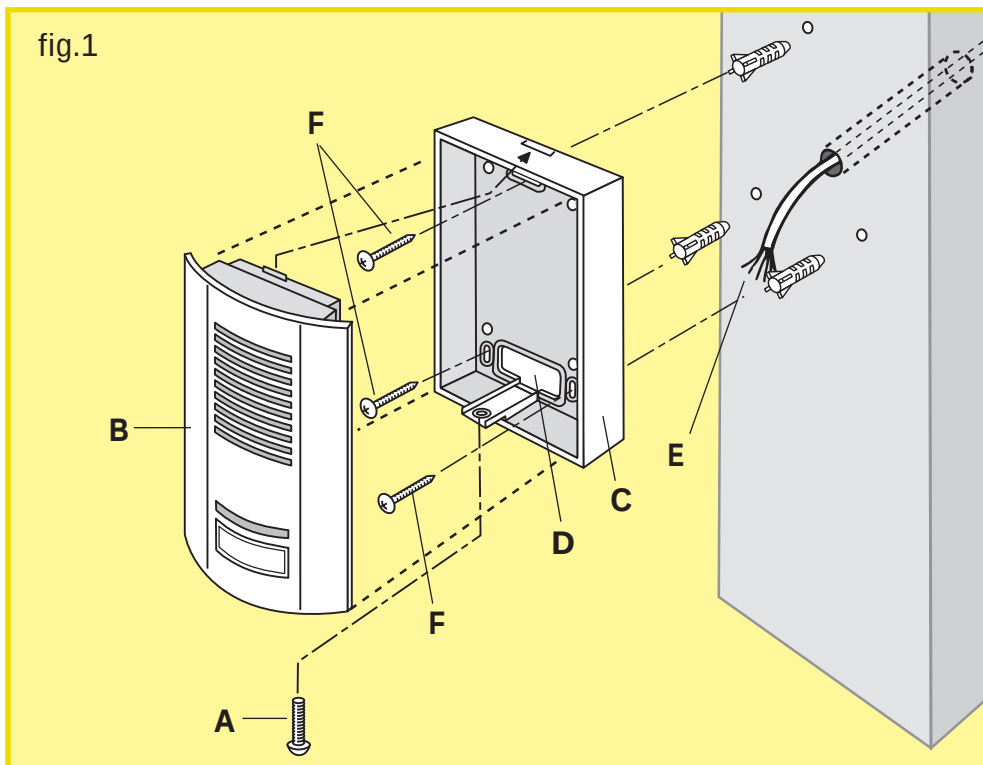

fig.2
Conseil : il est recommandé de faire passer les câbles (celui de la platine de rue et celui de la gâche électrique) dans une gaine de protection, afin de les protéger des chocs et des intempéries. **Ne pas couper le surplus du câble 6 conducteurs**, afin d'éviter des problèmes d'oxydation ou de mauvais contacts. Mieux vaut enrouler celui-ci sur lui-même entre le pilier et le boîtier électronique (fig. 2, page 3).
- 1•Dévisser la vis cruciforme (A)
- 2•Basculer la platine (B) vers l'avant et la dégager par le bas
- 3•Afin d'éviter les infiltrations qui ruissellent le long du mur, mettre un joint silicone à l'arrière de la boîte (C) (fig. 2).
- 4•Fixer, à l'aide des 3 vis (F), la boîte (C) au ras du mur, de façon à ce que le trou (D) se trouve en face du câble (E).
Pour terminer l'installation de la partie extérieure, insérer 4 piles 1,5 V - type LR 20, alcaline, dans le compartiment à piles du **boîtier électronique**, après avoir basculé la trappe, **veillez à respecter la polarité (fig. 7, page 5)**. Refermer la trappe et remonter le capot supérieur du boîtier électronique à l'aide des 6 vis cruciformes (**H**), en veillant à ne pas déformer le joint d'étanchéité. **Ne pas boucher les 2 trous d'aération (T)** situés en bas du boîtier électronique (**fig. 2, page 3**). Vous pouvez utiliser le convertisseur de tension en option wEADSF 10003 dont la sortie est stabilisée à 6V sous 200 mA, et commander votre motorisation de portail (page 15)